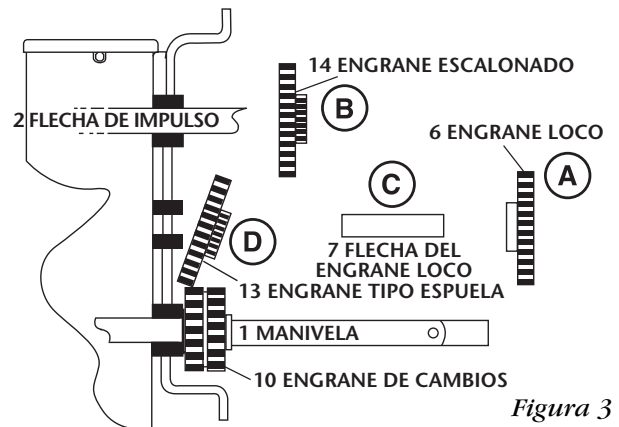

Figura 3
5. Consultando la Figura 3, remueva los engranes de la caja de engranes en el siguiente orden: